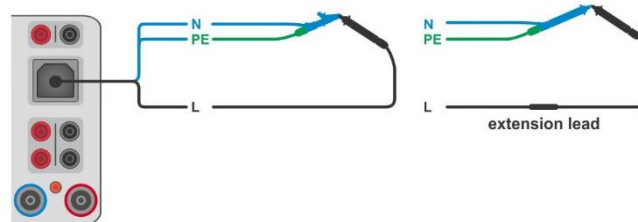

Abbildung 6.113: Kurzgeschlossene Prüflitungen
- › Verbinden Sie das Prüfkabel mit dem Instrument und schließen Sie alle Prüfkabel miteinander kurz, siehe **Abbildung 6.113**.